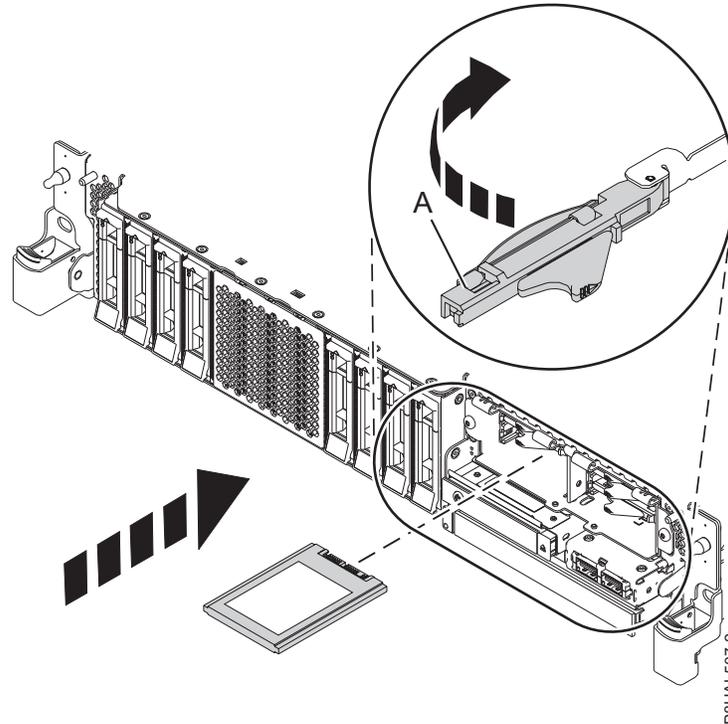

Figura 8. Instalación de una SSD en un sistema de función ampliada 5148-21L, 5148-22L, 8247-21L, 8247-22L, 8284-21A o 8284-22A
4. Con el asa de la bahía de unidad SSD (A) en la posición de desbloqueo, tire de la palanca hacia afuera para acceder a los rieles de guía de la ranura de SSD. Sostenga la SSD por la parte inferior mientras la alinea con los rieles de guía de la ranura de SSD. Consulte la Figura 8 en la página 13.
5. Deslice la SSD en el sistema hasta que se detenga y bloquéela girando el asa de la bahía (A) en la dirección mostrada. Consulte la Figura 8 en la página 13.